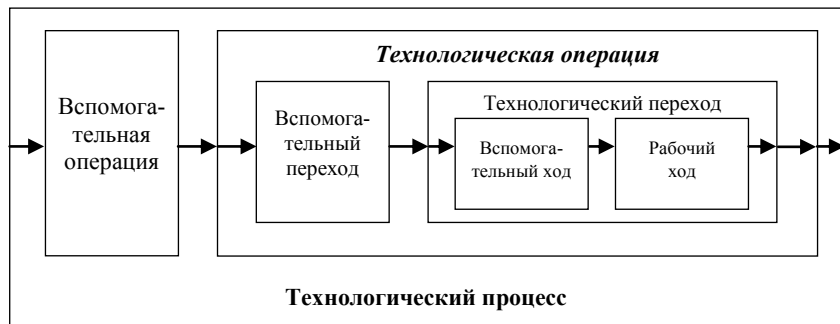

Рис. 1. Структура технологического процесса
Обобщенная схема структуры технологического процесса представлена на рис. 1.
1. Ознакомьтесь с основными терминами и определениями, используя ГОСТ 3.1109-82 «Процессы технологические. Термины и определения» и рис. 1.